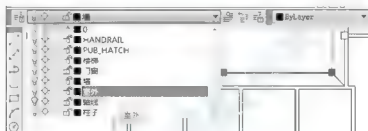

图 2.68 利用图层工具栏换图层
(2) 单击【图层控制】选项窗口右侧的下拉按钮,选中【室外】图层,则该图形被换到【室外】图层上,如图 2.68 所示。